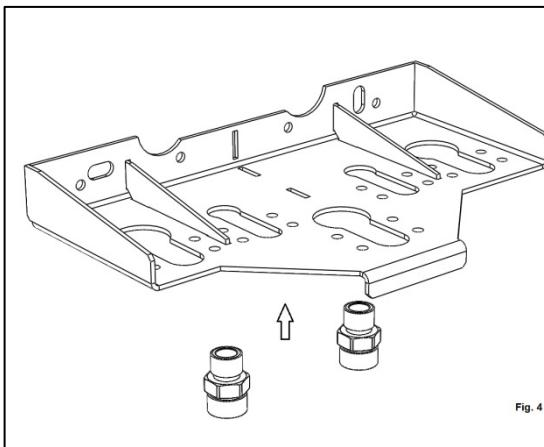
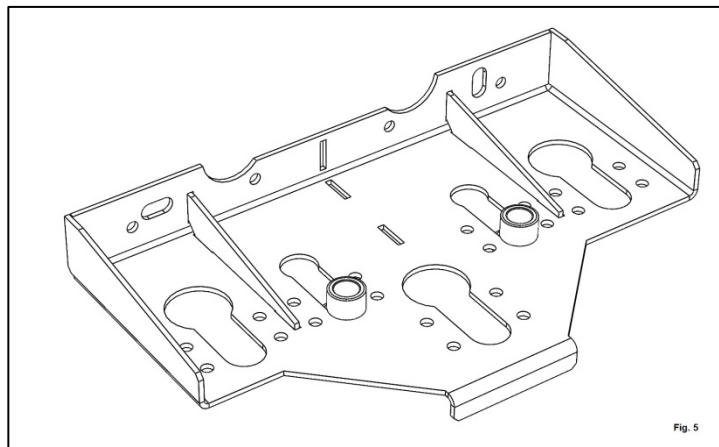

Fig. 4
Fig. 5
4. Se poziționează raccordurile E, pe placă P , în poziția indicată în Fig. 5, prin introducerea tronsonului superior în gaurile din placă (Fig. 4), și deplasarea de-a lungul decupării.